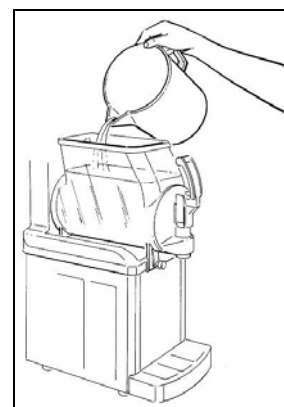

Fig. 24
- Verser le produit obtenu dans le bac (voir fig.24).